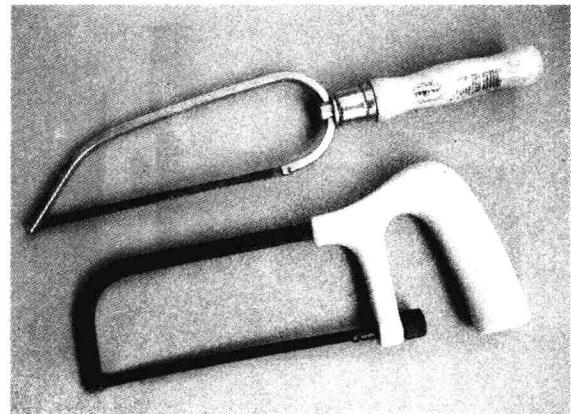

图 1-9 细手工锯
(2) 细手工锯，可以锯金属、木材和塑料，如图 1-9 所示。